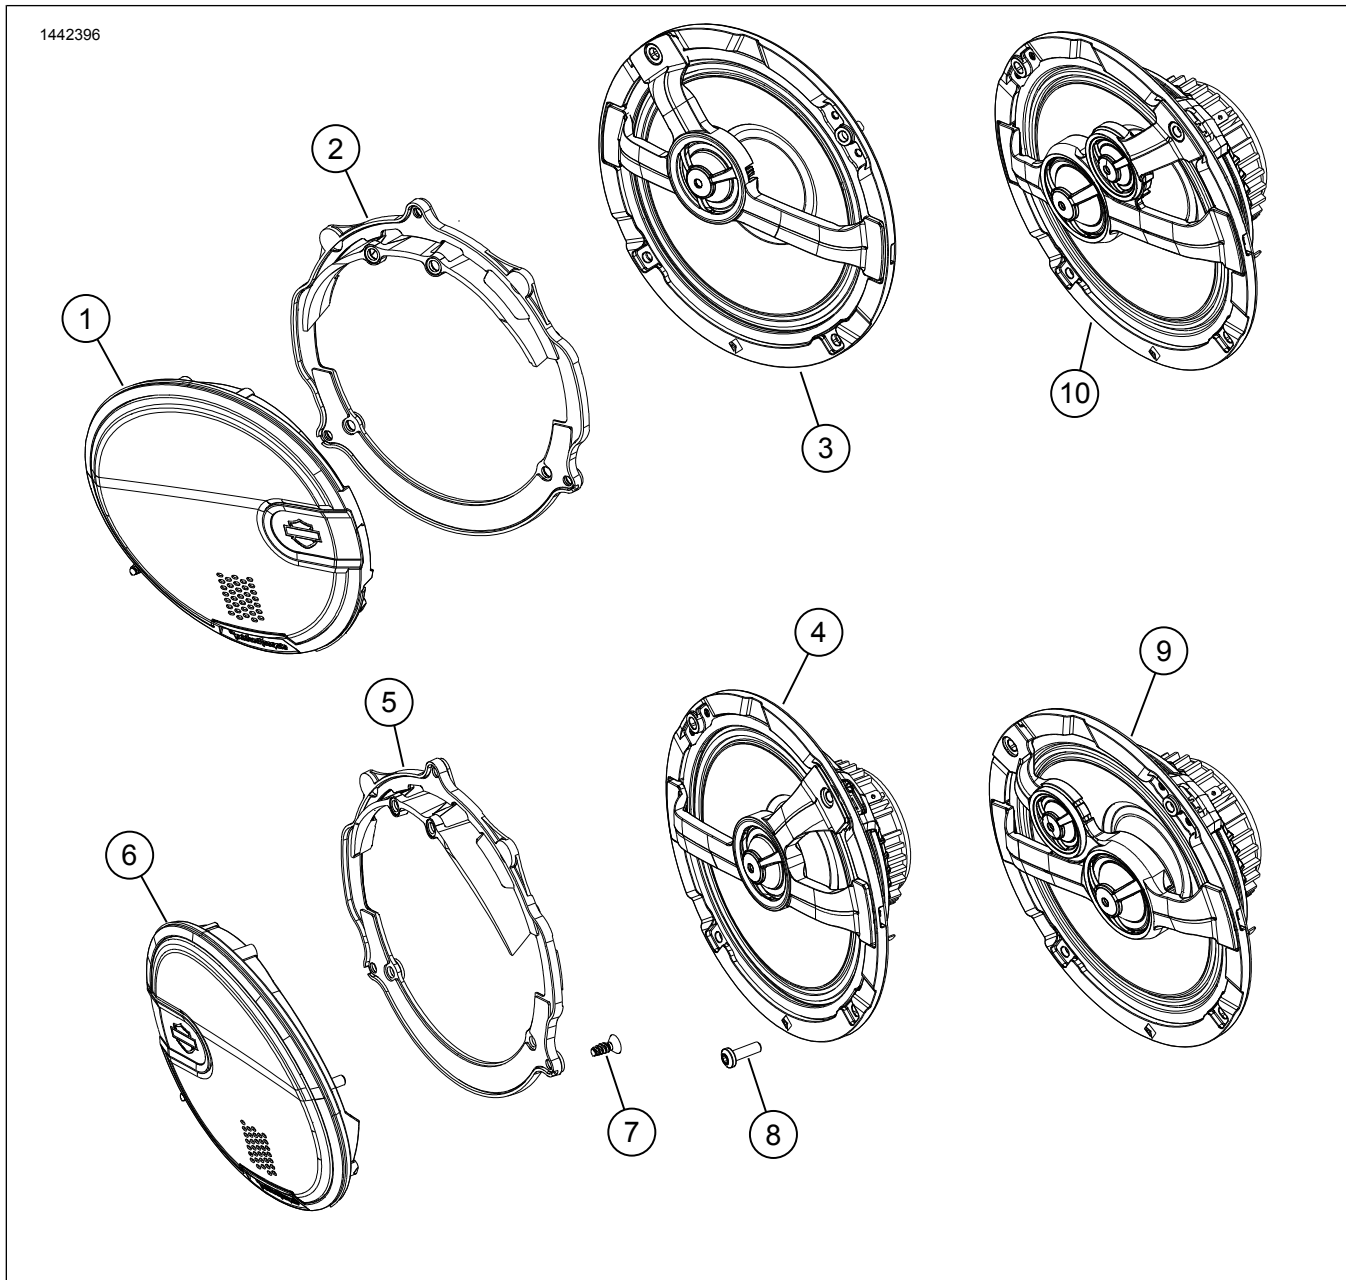

Figura 4. Piese de schimb, kit boxe Boom! Audio 6.5 în apărătoarea frontală
Consultați Figura 4. **Noile** grile pentru boxe sunt diferite pentru fiecare parte. Logo-urile Bară și Scut sunt orientate spre interior.
1. A se vedea figura 4. Montați ansamblul corect al grilei difuzorului (1 sau 6).
2. A se vedea figura 4. Montați difuzorul (3, 4 sau 9, 10) în incintă.